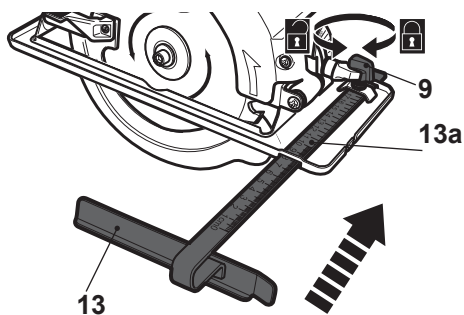

Fig. 3
- > Afloje la perilla de fijación de la guía paralela (9) girándola en sentido antihorario.
- > Alinee la guía paralela (13) al soporte e insértela (Fig. 3).
- > Fije la guía paralela (13) en posición apretando la perilla de fijación de la guía paralela (9) en sentido horario.